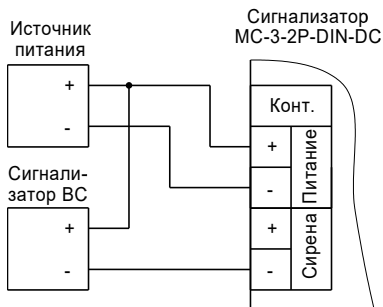

Рисунок 5
2.2.10 Так же допускается при необходимости не использовать цепь «сирена «+» сигнализатора и подключать проводник питания внешнего звукового, светового сигнализатора непосредственно к источнику питания (рисунок 5).